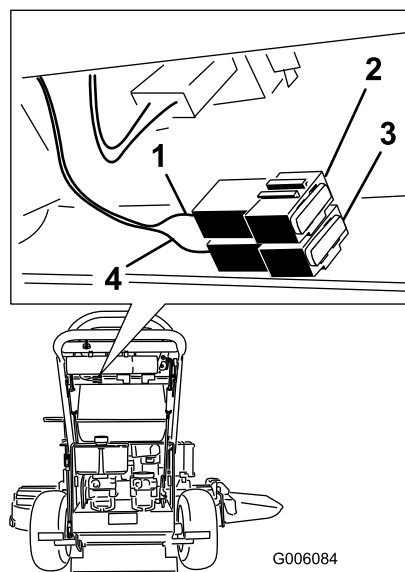

Figure 37
2. Tirez le fusible pour le sortir ou le remplacer (Figure 37).
Remarque: Veillez à utiliser un fusible du bon calibre avec le fil de la couleur appropriée, comme illustré à la Figure 37